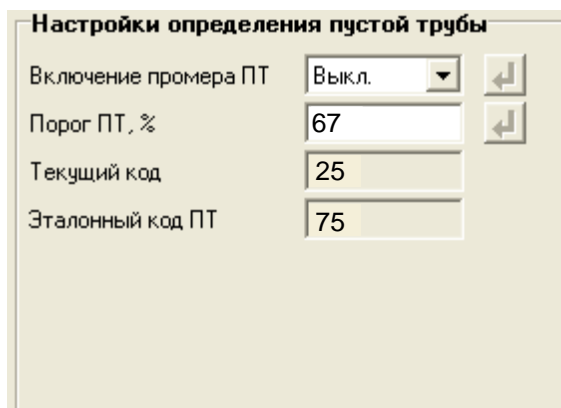

Рис.8. Вид группы «Настройки определения пустой трубы».
- во вкладке **Настройки определения пустой трубы** (см. рис.8) прочитать значение параметра **Эталонный код ПТ** в условных единицах (например, 75) и прочитать значение параметра **Текущий код** в условных единицах (например, 25);